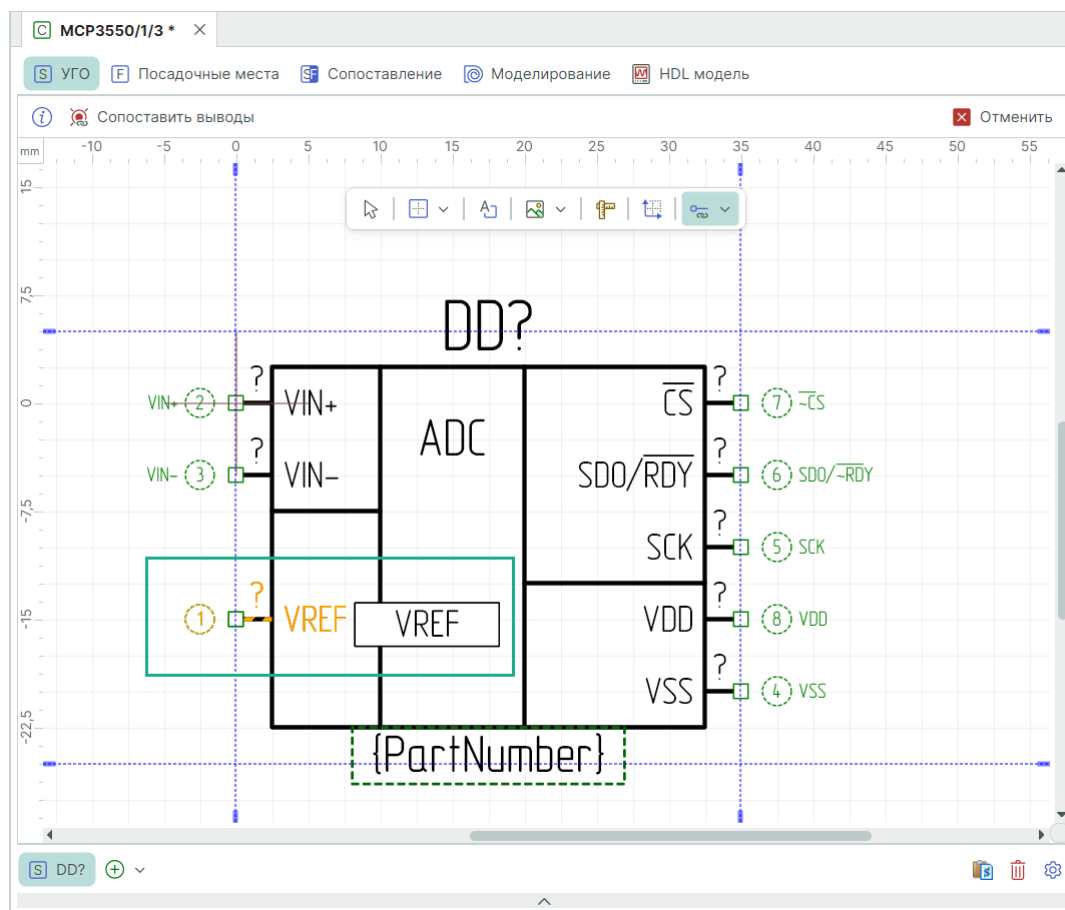

Рис. 292 Работа инструмента «Сопоставить вывод»
3. Под курсором при наведении на вывод УГО отображается его имя и метка, см. Рис. 292.